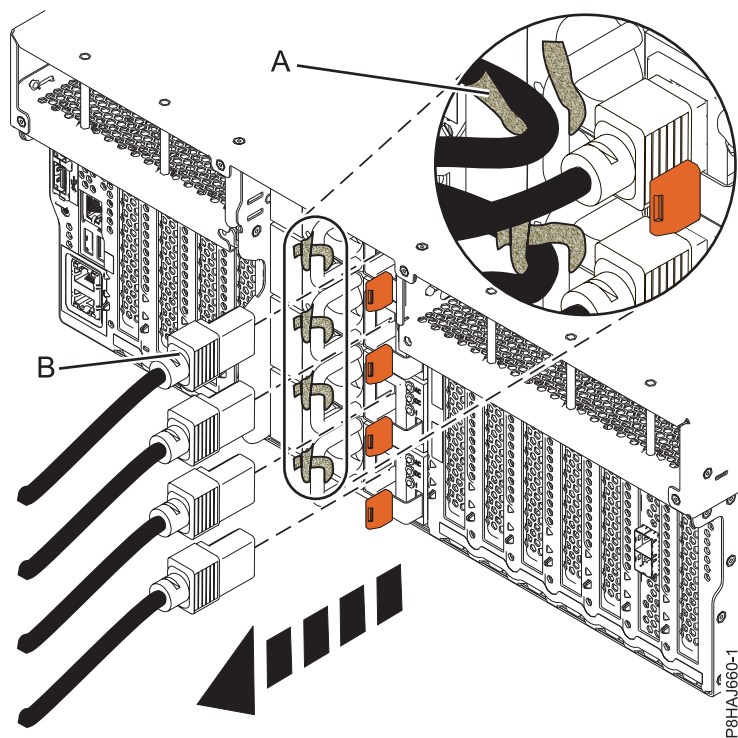
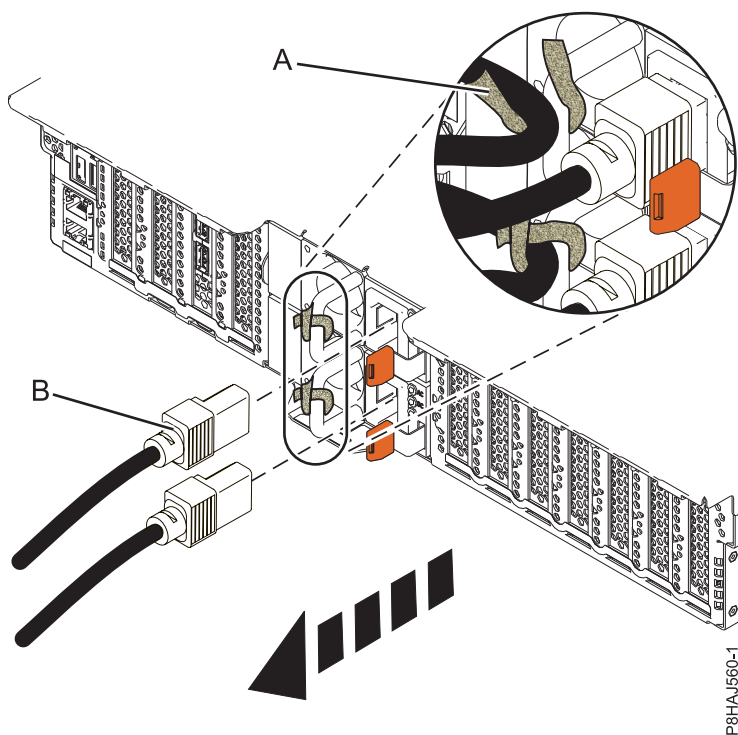
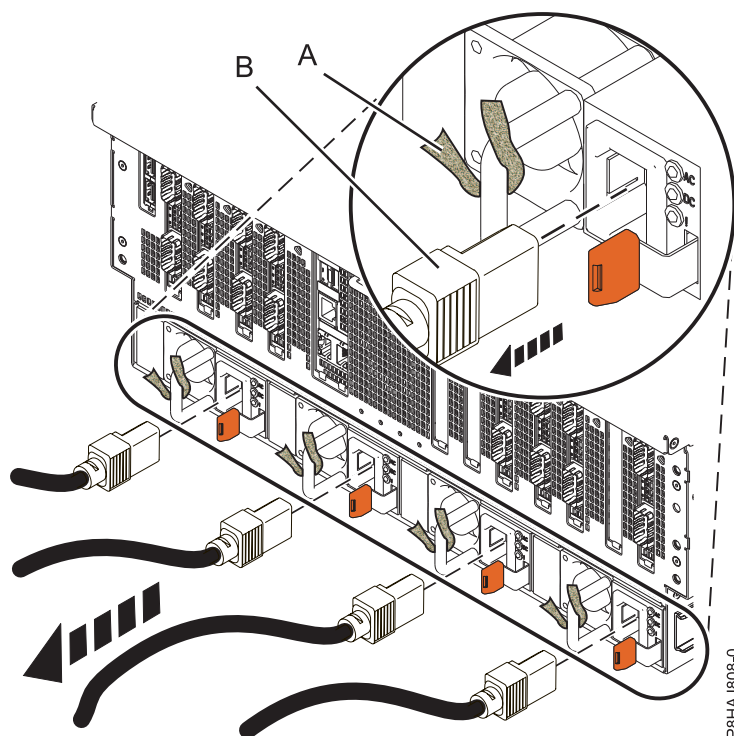

図 30. 8247-42L、8286-41A、または 8286-42A システムからの電源コードの取り外し
図 31. 5148-21L、5148-22L、8247-21L、8247-22L、8284-21A、または 8284-22A システムからの電源コードの取り外し
図 32. 8408-44E または 8408-E8E システムからの電源コードの取り外し
3. 電源コード **(B)** をシステム装置から切り離します。ご使用のシステムのタイプに応じて、54 ページの図 30、54 ページの図 31、または 55 ページの図 32を参照してください。